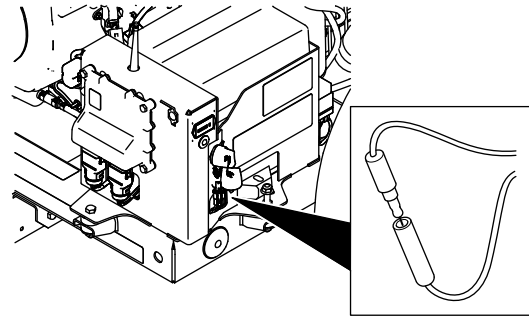

Figure 55
2. Retirez le connecteur à une broche du connecteur à une douille (Figure 55).
3. Insérez le connecteur à une broche dans le connecteur à une douille (Figure 55).